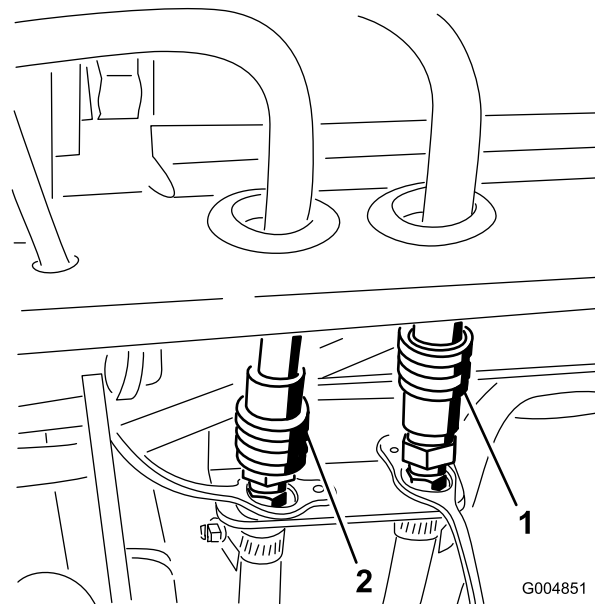

Figura 77
23. Scollegate i flessibili dell'accoppiatore rapido della pressione e di ritorno dalla cabina (Figura 77).